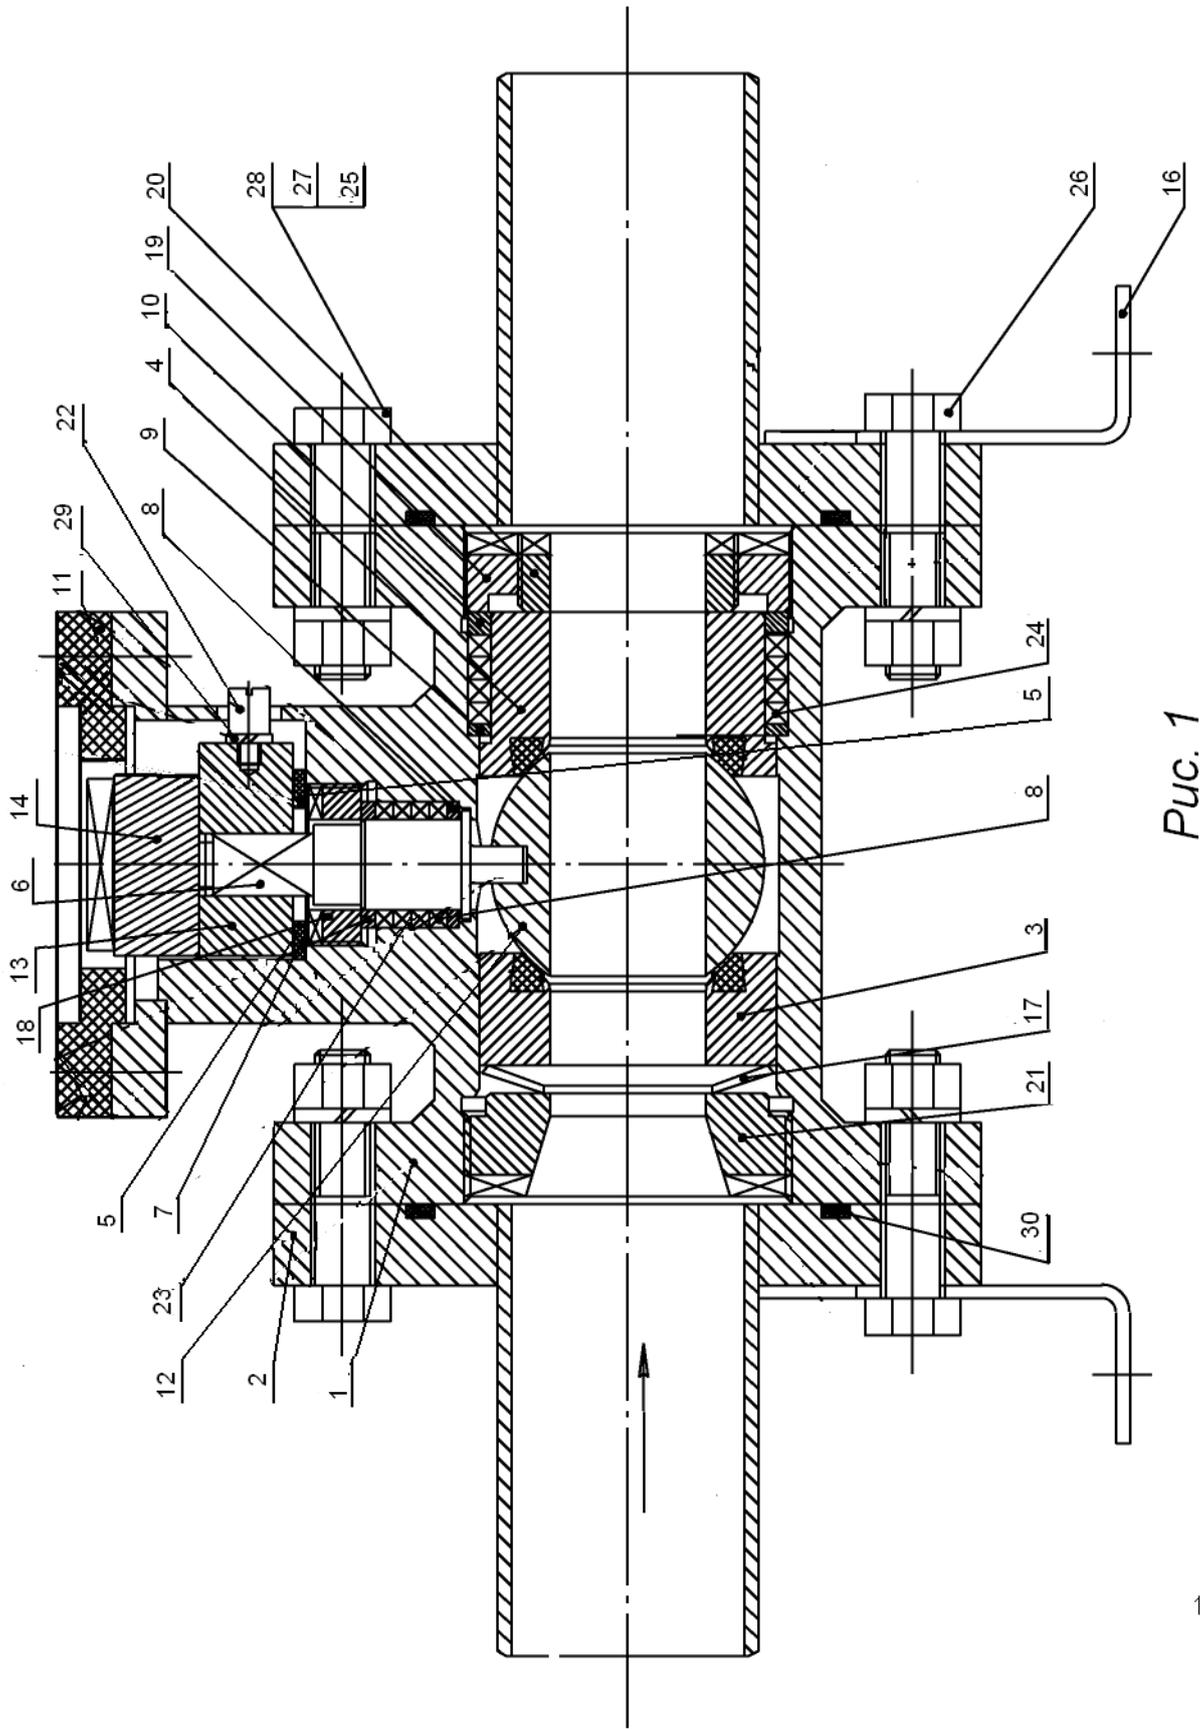

Рис. 1
1.4.1.3 Клапан состоит из следующих основных деталей (рис.1): корпуса 1, седел 3 и 4, шара 12, оси 6, муфты 14, полумуфты 13 и переходников 2.